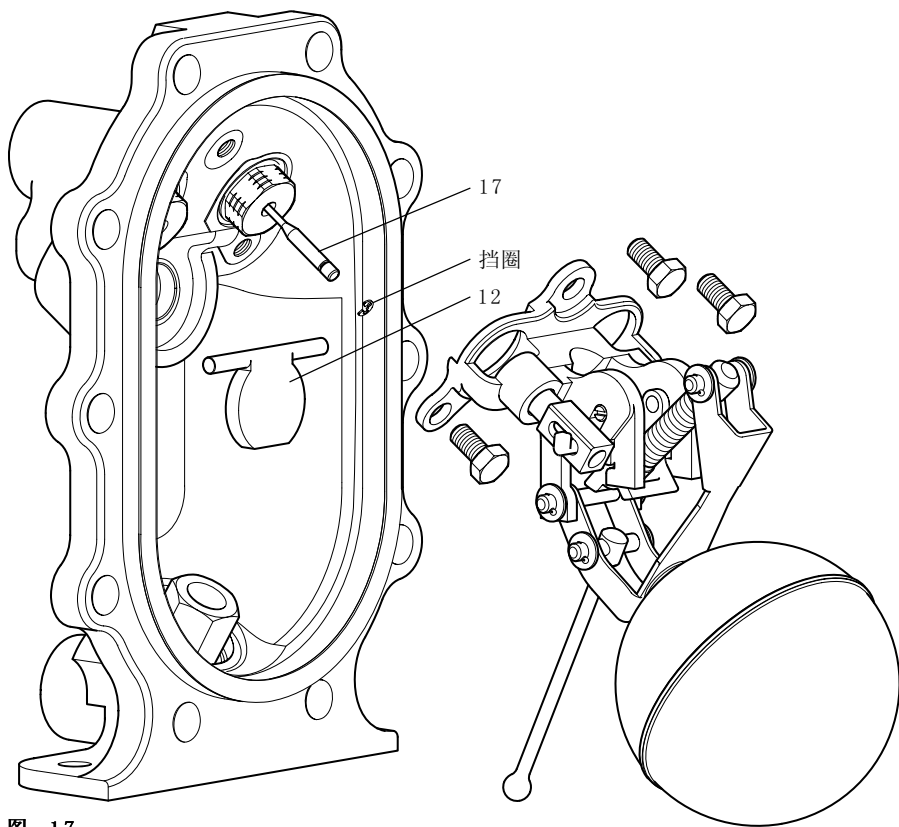

图 17
5. 取出泵支架组件（见图17）。这样就可以对入口旋启式止回阀（部件12）进行操作了。